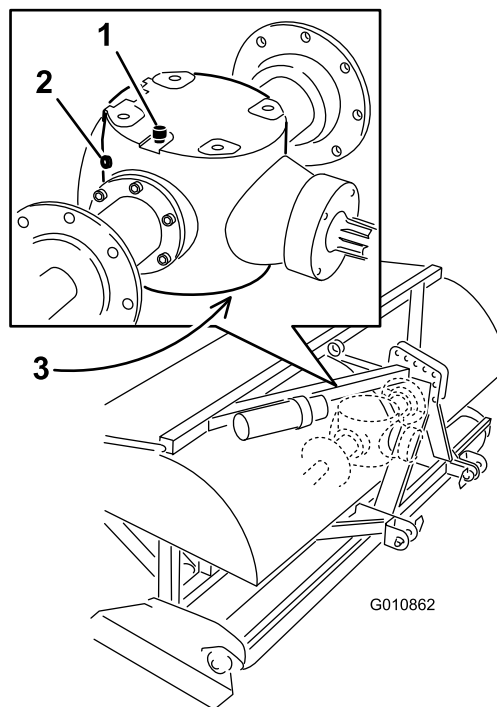

Figura 47
2. Rimuovete il tappo di controllo dalla trasmissione (Figura 47).
3. Verificate che il livello dell'olio arrivi sino al bordo inferiore del foro del tappo di controllo nella trasmissione (Figura 47).
1. Eliminate eventuali detriti dal tappo di sfiato/riempimento e dal tappo di spurgo per evitare la contaminazione dell'olio (Figura 47).